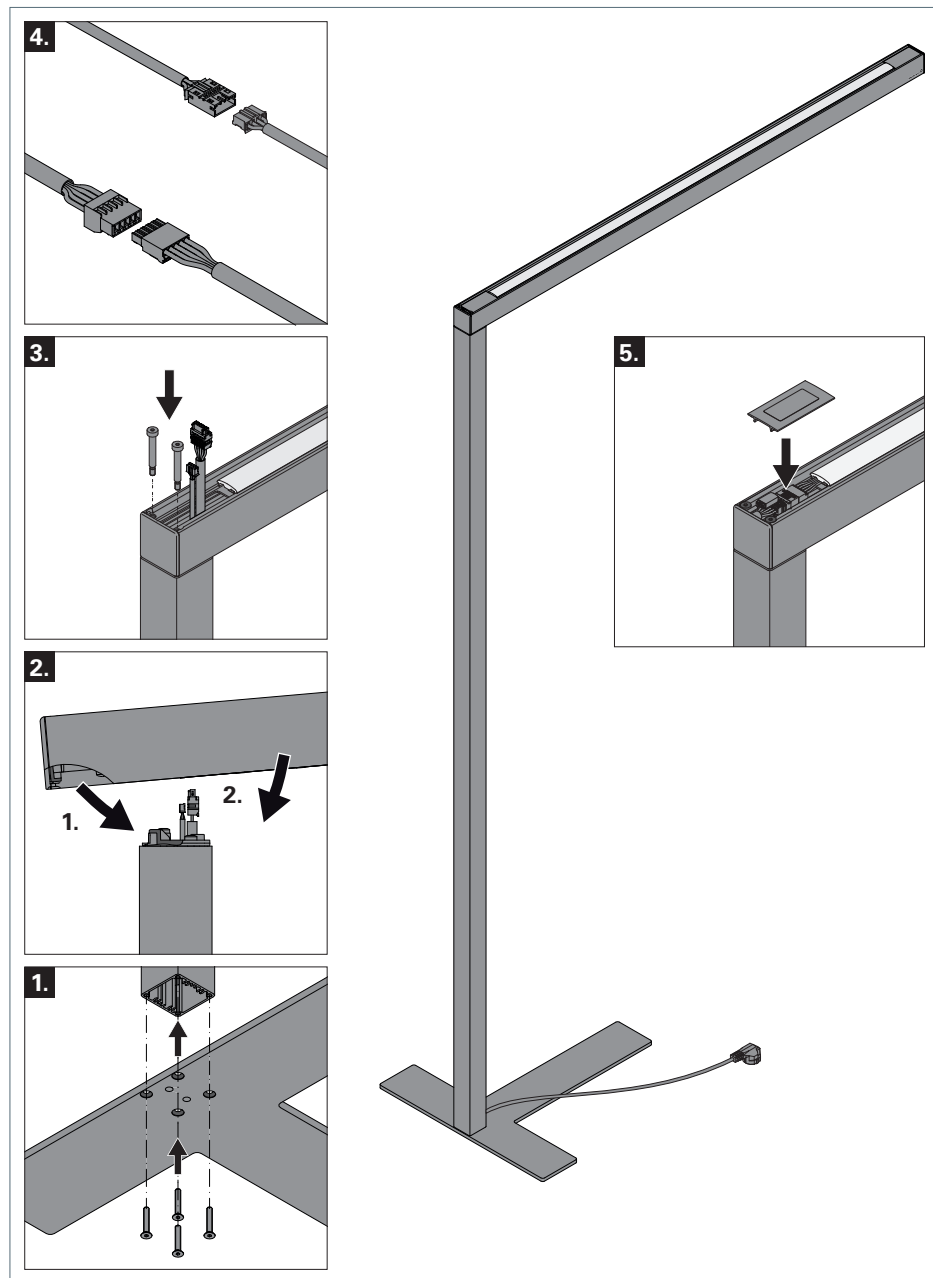

Fig. 1: STRAIGHT.single STS montieren.
- ▶ Montieren Sie das Standrohr mit den vier mitgelieferten Schrauben direkt am Leuchtenfuß, siehe Fig. 1, Abb. **1**. Drehmoment: 3 Nm $\pm$ 10%.
- ▶ Führen Sie die Leitungen von unten durch die Öffnung im Leuchtenkopf und hängen Sie den Leuchtenkopf leicht nach oben gekippt in die Aufnahme im Standrohr, siehe Fig. 1, Abb. **2**.
- ▶ Fixieren Sie den Leuchtenkopf mit den beiden Schrauben am Standrohr. Ziehen Sie dabei die Schrauben an, bis die Schraubenköpfe auf dem Leuchtenkopf aufliegen, siehe Fig. 1, Abb. **3**.
- ▶ Verbinden Sie die beiden Stecker mit den jeweils passenden Buchsen, siehe Fig. 1, Abb. **4**.
- ▶ Klipsen Sie die Abdeckung von oben auf den Leuchtenkopf, siehe Fig. 1, Abb. **5**.